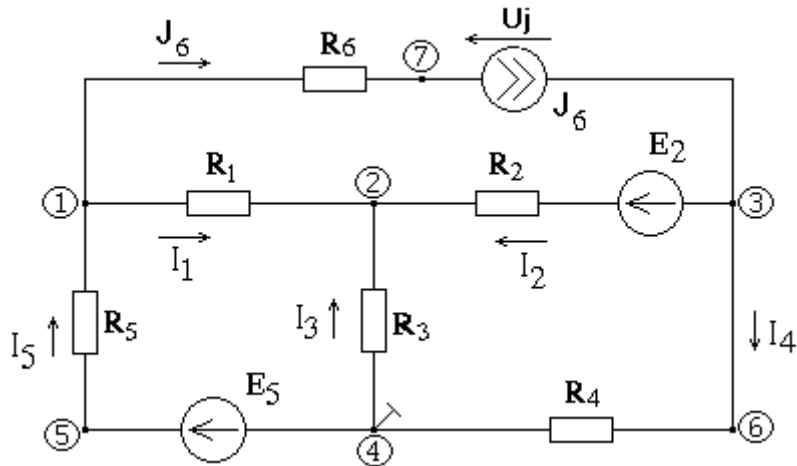

Рис. 3.1.1
Рассмотрим пример выполнения Задания 1 для схемы, изображенной на рис. 3.1.1, при следующих значениях параметров цепи:
3.1.2. Для того чтобы составить необходимое число уравнений, пронумеруем и выберем вначале произвольно направления токов в ветвях, например так, как это сделано на рис. 3.1.1. При этом ток в ветви, содержащей источник тока, нет необходимости выбирать произвольно, так как он просто равен заданному значению источника, в данном случае J_6 .
В схеме – четыре узла. Потенциал одного из них принимаем равным нулю или «заземляем». Пусть это будет узел ④, $\varphi_4 = 0$ (рис. 3.1.1). Остается три неизвестных потенциала: $\varphi_1, \varphi_2, \varphi_3$. В общем виде система уравнений будет выглядеть так
Мощность на сопротивлениях определяется по формуле $P_R = I^2 R$; мощность источника ЭДС $P_E = E \cdot I$, где I – ток, протекающий через источник ЭДС; мощность источника тока $P_J = U_J \cdot J$, где U_J – напряжение на источнике тока. Последняя величина не была до сих пор рассчитана. Найдем ее из уравнения 2-го закона Кирхгофа для 3-го контура (рис. 3.1.1):